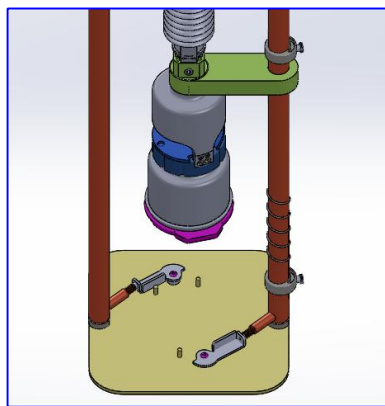

图 10
5) 将智能操作控制中心提出水面放置到平整的地面上，手动打开下盖限位件，当两个传感器检测到两个限位件完全打开后，延时 5S，电推杆自动向上收缩，收起定容瓶和容器下盖（如图 10）。